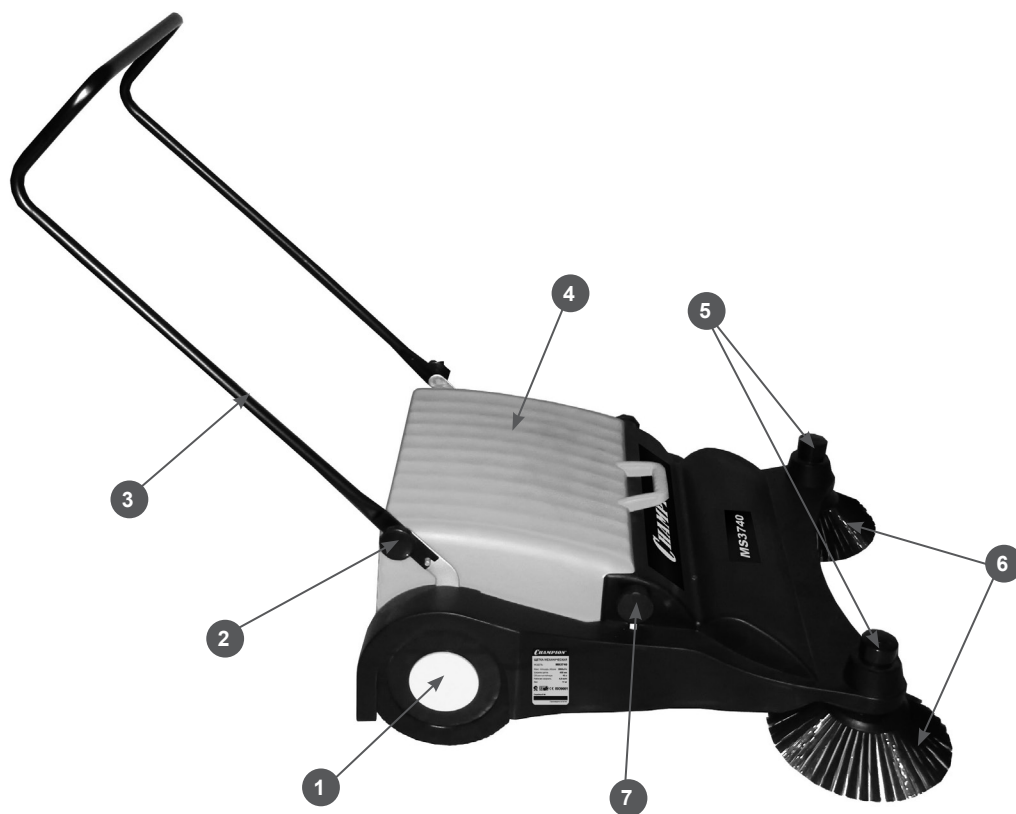
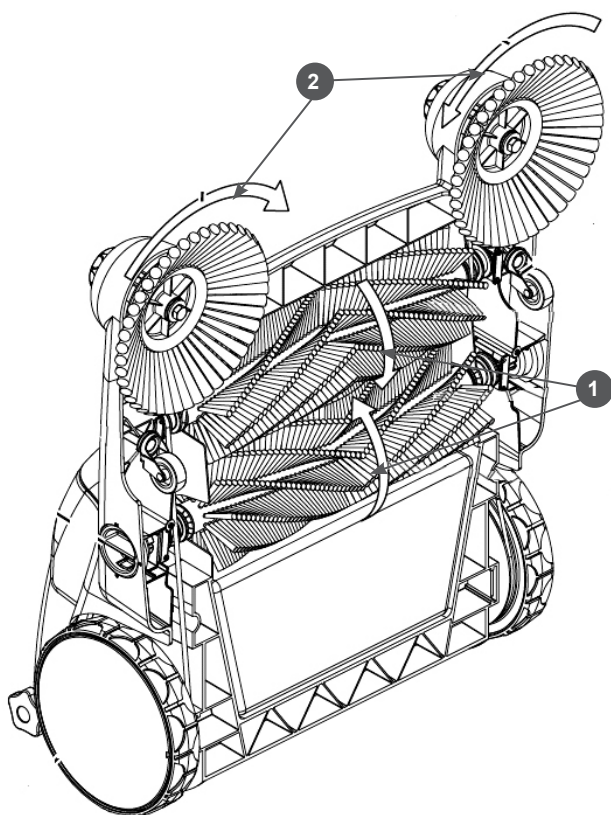

Рис.1
Рис.3
Направление вращения щеток внутренних(1) и наружных(2) при движении подметальной машины вперед (Рис.3).
После окончания работы очистите контейнер от мусора, проверьте основные щетки(1,2) Рис.3 и удалите из них инородные материалы (застрявший мусор, проволоку и т.п.), которые могут нарушить нормальную работу щеток.
1. Рабочая высота основных (внутренних) щеток (1,2) Рис.3 регулируется поворотом гайки(7) Рис.1 .Передняя и задняя внутренняя щетка должны быть установлены на одной высоте.
2. Рабочая высота наружных боковых щеток(6) Рис.1 регулируется с помощью гаек (5) Рис.1. Правая и левая щетки должны быть установлены на одной высоте.